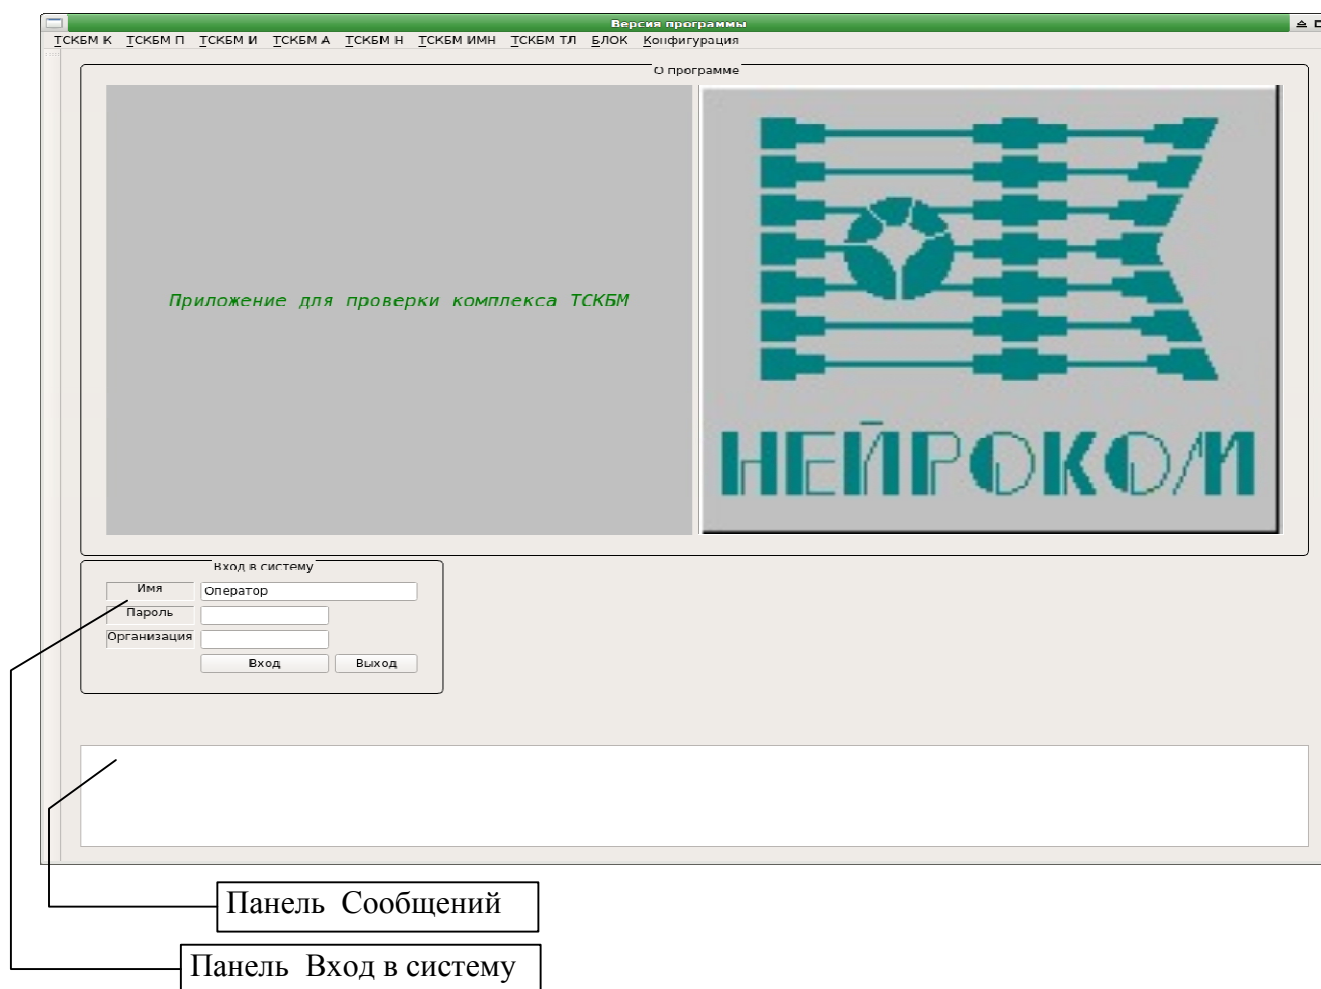
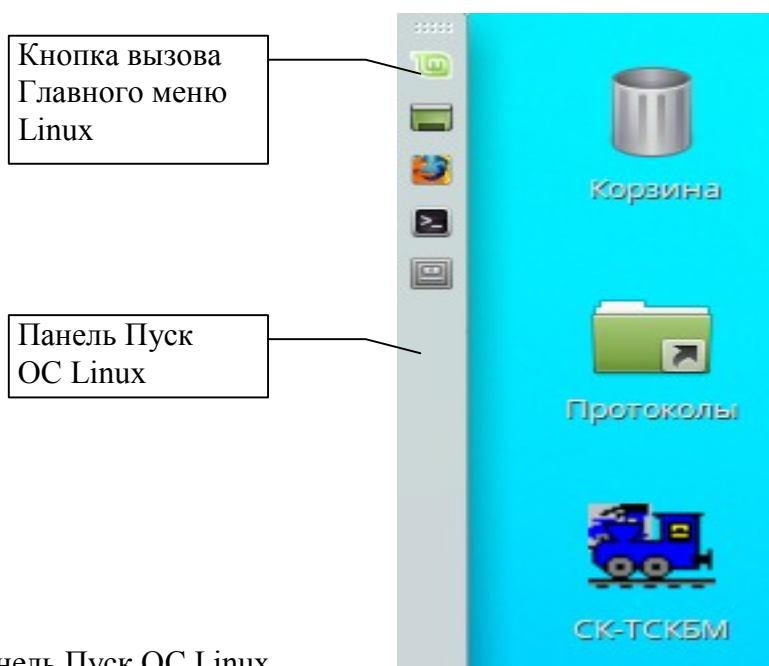
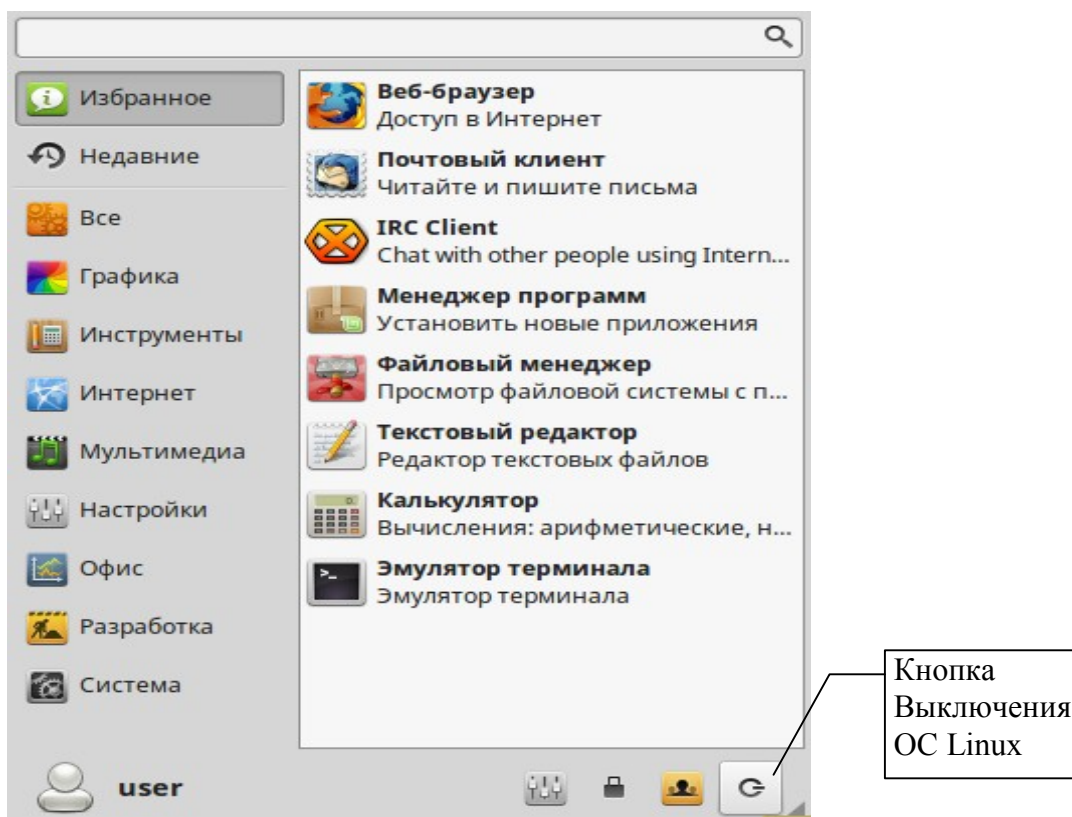

Рисунок 2.3.1 - Главное окно и заставка программы Board
Рисунок 2.3.3 – Рабочий стол и панель Пуск ОС Linux
Рисунок 2.3.4 – Главное меню ОС Linux
а) Программа Board запускается путем нажатия на иконку СК-ТСКБМ (паровозик) на рабочем столе ОС Linux, см. рисунок 2.3.3. Должна появиться панель пароля ОС Linux, введите пароль (три цифры) **123** и нажмите Enter. Должно появиться главное окно программы Board, показанное на рисунке 2.3.1. При этом Главное меню программы Board, находящееся в верхней части окна (рисунок 2.3.1), не активно.
г) Закрывается программа Board путем нажатия кнопки Выход на панели Вход в систему, см. рисунок 2.3.1б.
- 1) Выключите компьютер с помощью штатной процедуры ОС Linux, для чего нажмите кнопку **Вызова главного меню Linux на панели Пуск** в левом верхнем углу рабочего стола ОС Linux, см.рисунок 2.3.3. Должно появиться Главное меню Linux – рисунок 2.3.4. В Главном меню Linux нажмите на кнопку Выключения ОС Linux, см. рисунок 2.3.4.